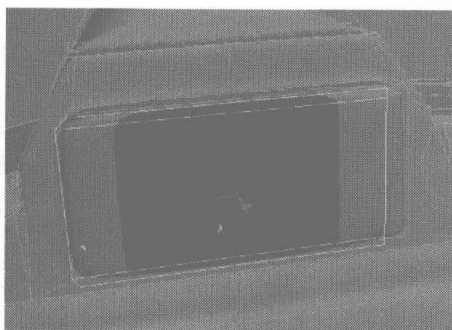
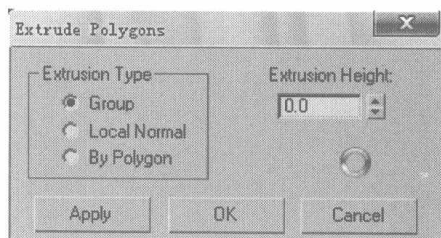
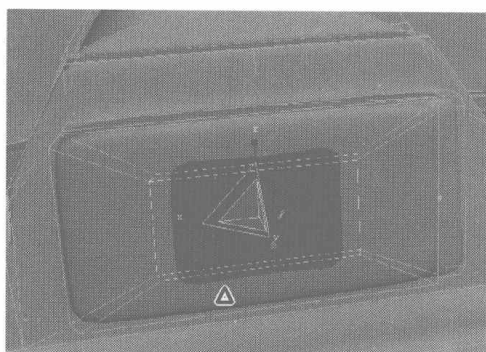

图 6.185
图 6.186
图 6.187
- 04** 选择如图 6.185 所示的面，在 Edit Polygons 卷展栏中单击 **Extrude** 右侧的小按钮，在弹出的对话框中设置挤压参数，如图 6.186 所示，并用缩放工具对该面进行缩放，如图 6.187 所示，再将该面删除。